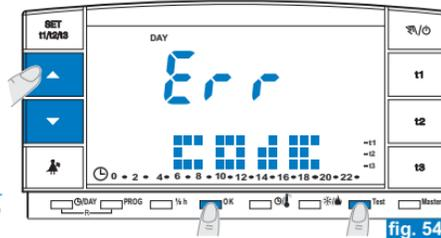

fig. 54
- *- Si vous avez inséré un mauvais mot de passe, l'écran affichera l'inscription **Err** (fig. 54).*